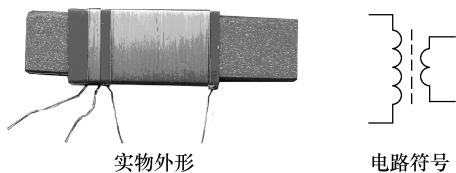

图 3-18 磁性天线（高频变压器）
(3) 高频变压器 高频变压器是指用在高频电路中的变压器。高频变压器一般采用磁心或空心，其中采用磁心的更为多见，最常见的高频变压器就是收音机的磁性天线，其实物外形和电路符号如图 3-18 所示。